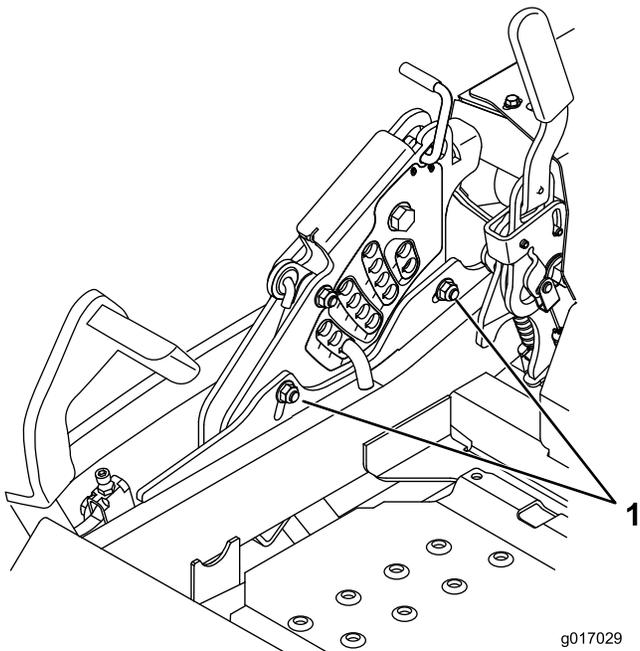

Figure 96
13. Pour régler le système monopoint, desserrez les deux boulons au bas de la plaque de hauteur de coupe (voir Figure 96).
15. Serrez les deux boulons au bas de la plaque de hauteur de coupe (Figure 96). Serrez à un couple de 37 à 45 Nm (27 à 33 pi-lb).